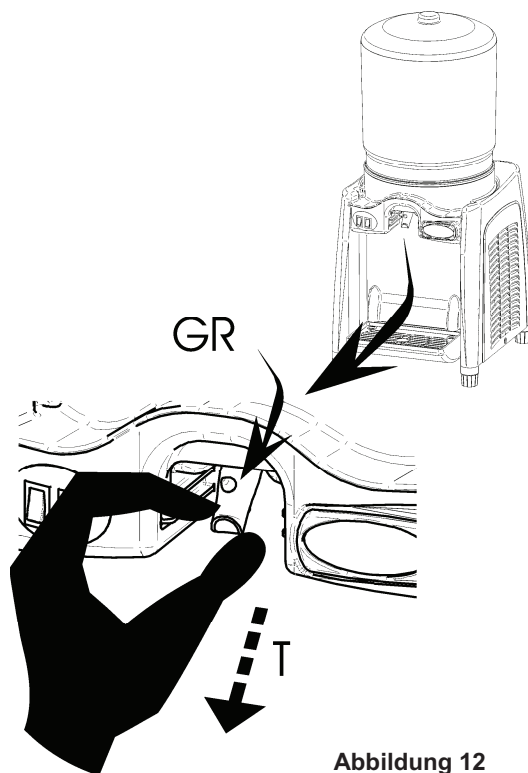

Abbildung 12
10.- Das Gummistück (GR) nach unten ziehen (T) und herausnehmen (Abb. 12).